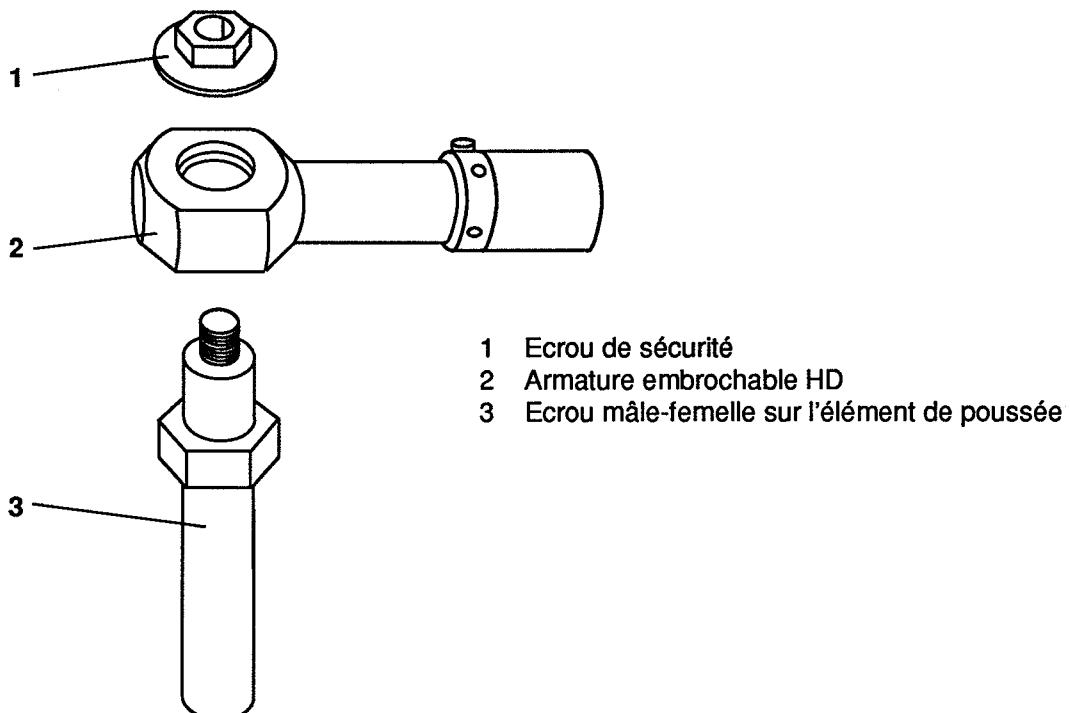

Fig. 5-8 Raccordement du tuyau HD à l'élément de poussée
2. Retirer l'écrou de sécurité (1, fig. 5-8).